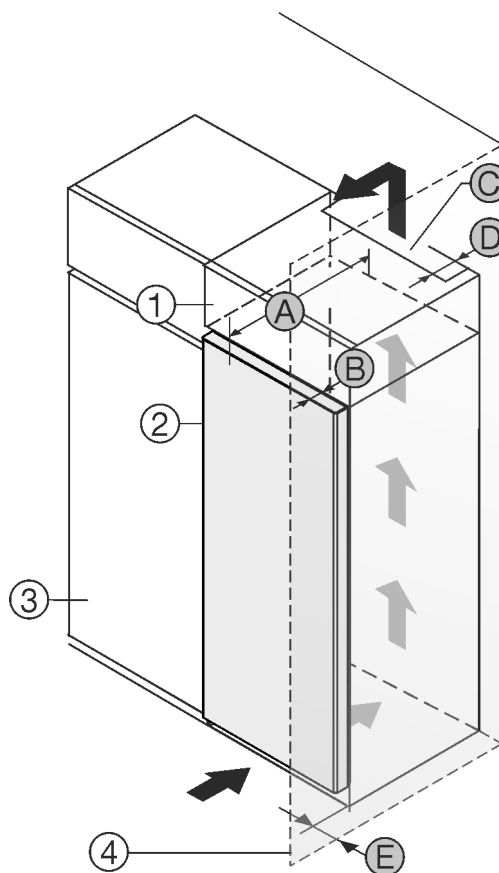

Fig. 1
- (1) Nastavná skříňka*
- (2) Příklad*
- (3) Kuchyňská skříň*
- (4) Stěna*
- (5) Hloubka přístroje*
- (6) Hloubka dvířek*
- (7) Ventilační průřez*
- (8) Vzdálenost zadní strany přístroje*
- (9) Vzdálenost k zadní straně přístroje*
Můžete přístroj nainstalovat přímo vedle kuchyňské skřínky Fig. 1 (3)*
Na zadní straně nastavné skřínky musí být větrací šachta hluboká Fig. 1 (7) přes celou šířku nastavné skřínky.*
Pod stropem místnosti musí být dodržen ventilační průřez Fig. 1 (7)*
Když přístroj instalujete závěsy vedle stěny Fig. 1 (4), musí být vzdálenost mezi přístrojem a stěnou minimálně 13 mm.*
Když přístroj instalujete závěsy vedle stěny Fig. 1 (4), musí být vzdálenost mezi přístrojem a stěnou minimálně 20 mm.*
Aby bylo možné dvířka plně otevřít, musí přístroj přesahovat o hloubku dvířek *Fig. 1 (B)* vůči přední linii kuchyňské skříňky. V závislosti na hloubce kuchyňských skříněk *Fig. 1 (3)* a použití vymezovačů odstupu od stěny může přístroj vyčnívat dále.*